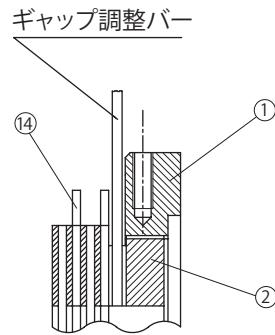

図 8-20
フィールド④側から見て左に回すとギャップが狭くなります。(図 8-20 参照)
- (4) アウターディスク⑭とセンターリング①の間には、取付ボルト③と固定ボルト⑪が交互に 6 本ずつ通っているため、ギャップ調整バーを回していくとそれらのボルトに当たります。ギャップ調整ネジ②には 8 等配の溝があり、ギャップ調整バーがボルトに当たるごとに(3)を繰り返して、ギャップ G を規定値に調整します。
- (5) ストッパー⑯を、規定ギャップに最も近い溝とネジ穴の点を選び取り付けてください。
- (6) ブレーキの手動解放を元の状態に復帰させた後、電源を入れてブレーキ動作を確認してください。
- (7) ファン⑦、カバー⑧を取り付けます。この時ファンセットボルト⑩には、スリーボンド TB2365 を塗布してください。